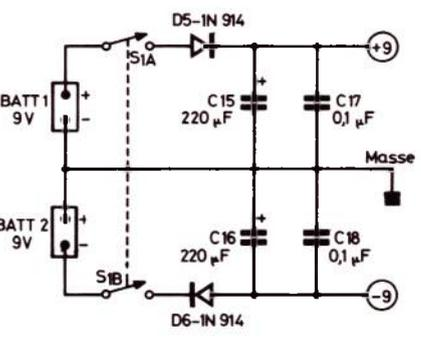
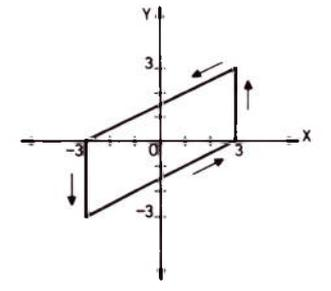

Figure 4
Figure 7
On voit que l'alimentation de l'appareil est obtenue de deux sources ± 9 V avec point commun à la masse (voir figure 4).
Les images de Lissajous à BF ont les formes (B), (C) et (D) et peuvent être appliquées aux axes X et Y. Par exemple, si l'on applique à l'axe X le signal (A) et à l'axe Y le signal (B) (voir figure 4) il est facile de voir que la figure obtenue est un parallélogramme (voir figure 7).
Sur un plan on trace deux axes de coordonnées X et Y et on obtient immédiatement la figure correspondant à la fonction Y de X. C'est un parallélogramme car chaque portion de X et Y est une droite. C'est ce parallélogramme qui apparaît à la figure 7. D'autres combinaisons donneront d'autres images.
Le schéma de la figure 4 permet de voir que l'alimentation $\pm 9V$ a pour source, deux batteries de 9 V associés à un interrupteur double S1a — S1b, à deux diodes de protection 1N914 et à quatre condensateurs de filtrage.